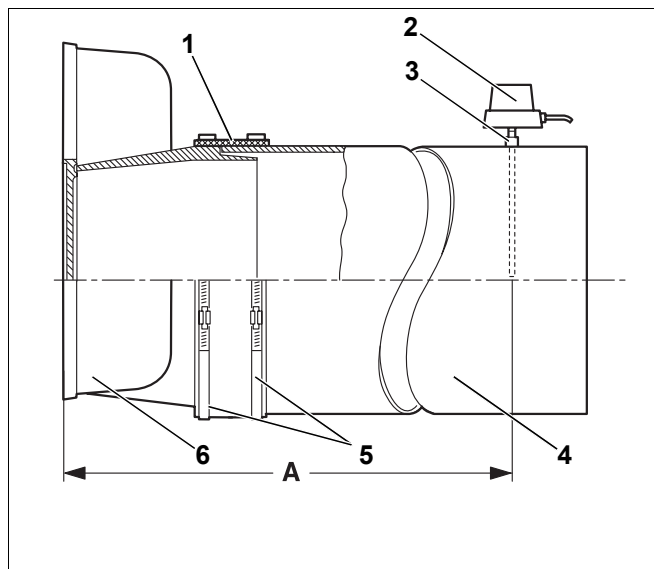

Bild 59 Abgasrohr montieren
Wir empfehlen Ihnen, eine Abgasrohr-Abdichtmanschette (Bild 59, **Pos. 1**) zu verwenden.
- ▶ Abgasrohr (Bild 59, **Pos. 4**) bis zum Anschlag auf den Stutzen des Abgassammlers (Bild 59, **Pos. 6**) stecken.
- ▶ Abgasrohr-Abdichtmanschette (Bild 59, **Pos. 1**) oben überlappend um das Abgasrohr (Bild 59, **Pos. 4**) und den Stutzen des Abgassammlers (Bild 59, **Pos. 6**) legen.
- ▶ Schneckengewindeschellen (Bild 59, **Pos. 5**) über die Abgasrohr-Abdichtmanschette (Bild 59, **Pos. 1**) legen. Eine der Schneckengewindeschellen (Bild 59, **Pos. 5**) auf den Stutzen des Abgassammlers (Bild 59, **Pos. 6**) und eine auf das Abgasrohr (Bild 59, **Pos. 4**) drücken.
- ▶ Schneckengewindeschellen (Bild 59, **Pos. 5**) anziehen. Die Abgasrohr-Abdichtmanschette (Bild 59, **Pos. 1**) muss glatt und eng anliegen.
- ▶ Muffe (Bild 59, **Pos. 3**) in einem Abstand von $2 \times$ Abgasrohrdurchmesser (A) von dem Abgassammler (Bild 59, **Pos. 6**) entfernt in das Abgasrohr (Bild 59, **Pos. 4**) einschweißen.
- ▶ Abgastemperaturfühler (Bild 59, **Pos. 2**) entsprechend gesonderter Montageanweisung montieren.